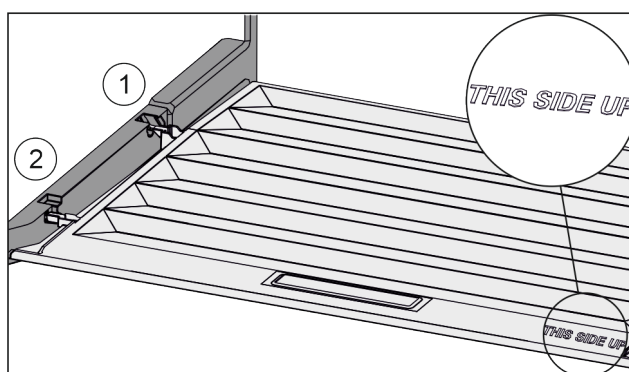

Fig. 103
- ▶ Výstupky veka zaveďte cez otvor zadného držiaka Fig. 103 (1) a zaistite vpredu v držiaku Fig. 103 (2).